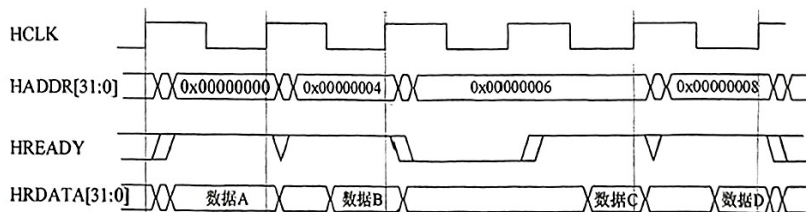

图 1 某 Cortex-M 系统 AHB 总线上的数据传输片段
- 44、已知图 1 为某 Cortex-M3 系统中总线上数据传输的某个片段。综合运用课程知识, 并参考附录 3 信息, 回答下列问题。
- (1) 图 1 所示时序描述的 AHB 传输中数据的传输方向是什么?
- (2) HREADY 信号起什么作用?
- (3) 写出数据 B 和数据 C 对应的地址。
- (4) 若数据 B 的值为“0x2000 2000”、数据 C 的值为“0x0800 0800”, 分析数据 B、数据 C 各有何含义?
- (5) 依据 Cortex-M3 存储空间区域定义, 图 1 中总线操作访问的是哪个存储器区域? 并简要说明该区域的主要用途。